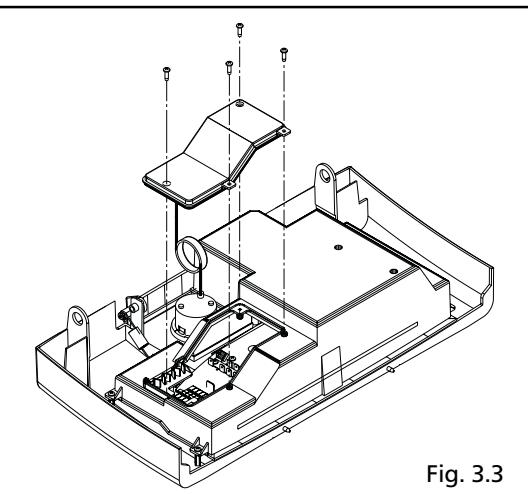

Fig. 3.3
- desatornillar los cuatro tornillos que fijan la tapa a la caja del alimentador (fig. 3.3) y luego quitarla
- desaparafuse os quatro parafusos que fixam a tampa pequena à caixa de alimentação (fig. 3.3), removendo-a de seguida